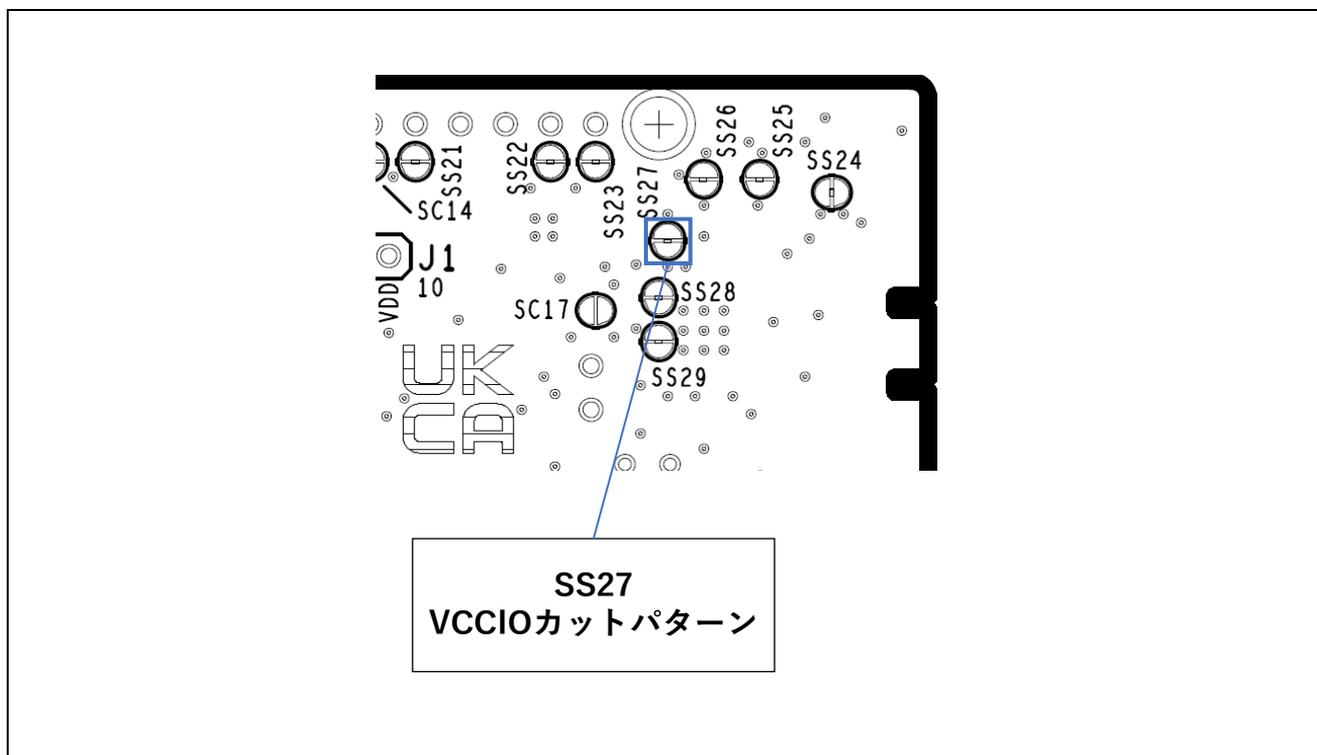

図 5-11: VCCIO カットパターン位置
電流測定ヘッド（J7）間に電流計を挿入し電流測定します。評価 MCU 以外での消費を抑えるためカットパターン（VCCIO）をカット（図 5-11 参照）、LED は消灯した状態で計測ください。
カットパターンの位置を図 5-11 に示します。
- *4: USB 給電を行わない場合は、J15 オープンとし、カットパターン VCCIO をカット（図 5-11 参照）してご使用ください。